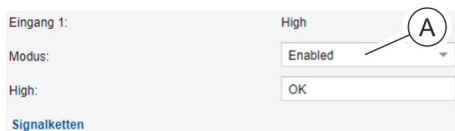

Abb. 118: Eingang bzw. Ausgang aktivieren/deaktivieren
2. ➤ Im Auswahlfeld (Abb. 118/Ⓐ) den Wert auf „Enabled“ (für die Aktivierung) bzw. „Disabled“ (für die Deaktivierung) setzen.